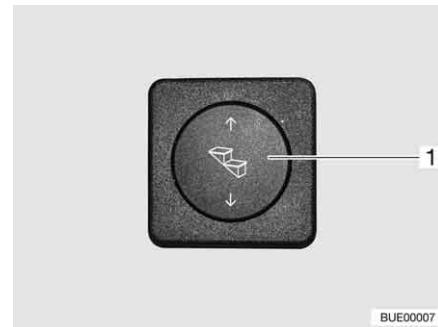

Fig. 9 Bouton poussoir marchepied
- Appuyer sur le bas du bouton-poussoir basculant (Fig. 9,1) et le maintenir pressé (pendant au moins 3 secondes) jusqu'à ce que le marchepied soit entièrement sorti.
- Appuyer sur le bouton-poussoir basculant (Fig. 9,1) vers le haut jusqu'à ce que le marchepied soit entièrement ressorti.